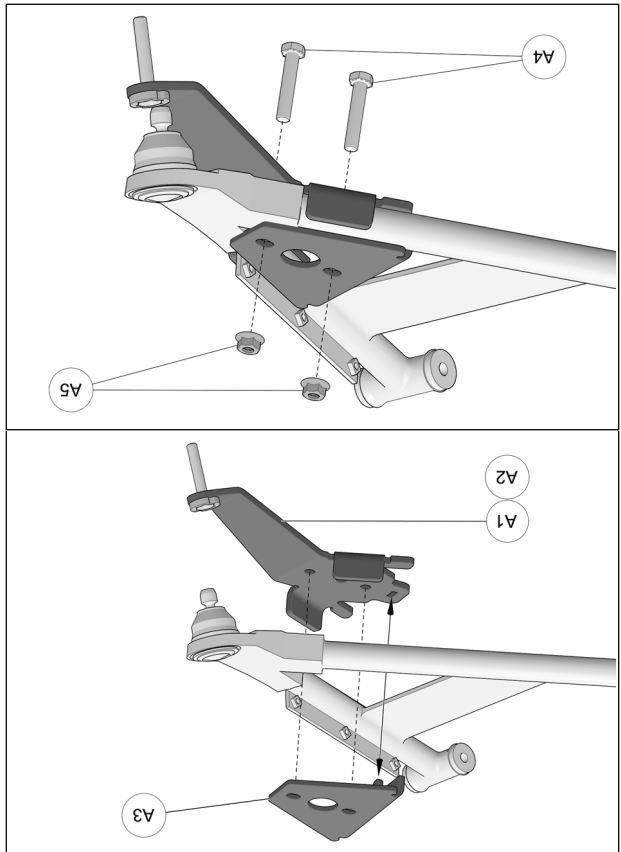

Fig. 16
5. Positionner la partie inférieure de l'ancrage anti-rotation (A1-A2) sous le bras de suspension inférieur. Positionner la partie supérieure (A3) au-dessus du bras de suspension de façon à ce que les trous de la partie supérieure s'alignent avec ceux de la partie inférieure. Insérer les boulons M10x55mm (A4) par le dessous de l'ancrage et assembler les deux parties avec les écrous (A5) fournis. Serrer l'assemblage à un couple de 50 N•m [37 lb•pi]. Voir la Fig. 16